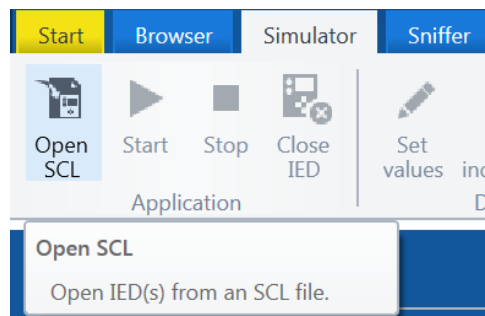

Imagen 404_Abrir SCL del REF615 en IEDScout.
6.1.7 Nos dirigimos a la parte superior izquierda y nos dirigimos a la pestaña del simulador y damos clic en “*OPEN SCL*” como se muestra en la **Imagen 404**.